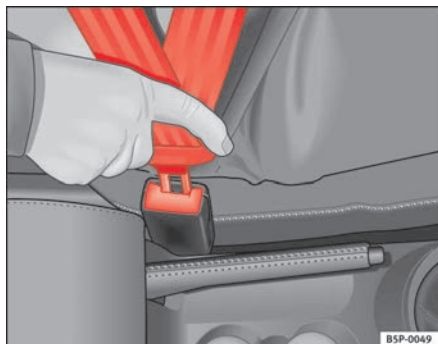

Fig. 12 Fecho e lingueta do cinto de segurança
- Inserir a lingueta do fecho na respectiva ranhura, até se ouvir o seu encaixe ⇒ **fig. 12**.